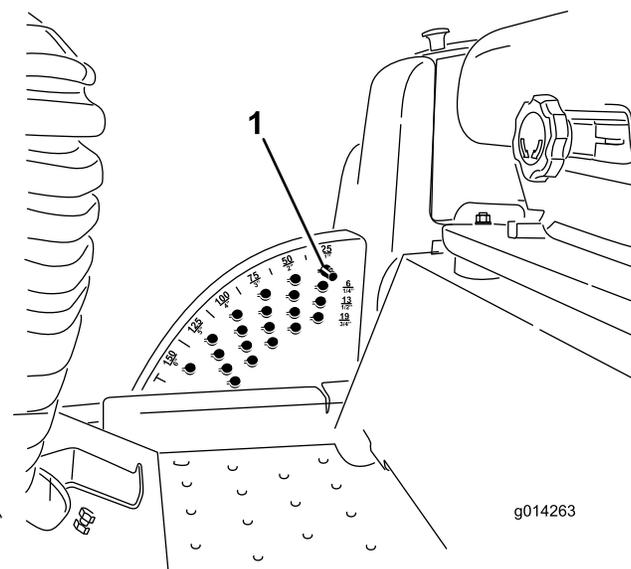

Figure 26
1. Lorsque le moteur tourne, repoussez la commande de levage du tablier de coupe en arrière jusqu'à ce que le tablier soit complètement levé puis **relâchez immédiatement** la commande comme illustré à la Figure 26.
2. Tournez la goupille de hauteur de coupe jusqu'à ce que la saillie soit en face des fentes dans les trous du support de hauteur de coupe et déposez-la (Figure 26).
3. Placez la goupille dans le trou du support correspondant à la hauteur de coupe voulue et tournez-la pour la verrouiller en place (Figure 26).
**Remarque:** Il y a 4 rangées de trous (Figure 26). La première rangée donne la hauteur de coupe indiquée au-dessus de la goupille. La deuxième rangée donne la hauteur indiquée plus 6 mm ( $\frac{1}{4}$  po). La troisième rangée donne la hauteur indiquée plus 12 mm ( $\frac{1}{2}$  po). La dernière rangée donne la hauteur indiquée plus 18 mm ( $\frac{3}{4}$  po). Un seul trou, situé dans la deuxième rangée, correspond à la hauteur de 15,8 cm (6 po). Il n'ajoute pas 6 mm ( $\frac{1}{4}$  po) à la hauteur de 15,8 cm (6 po).